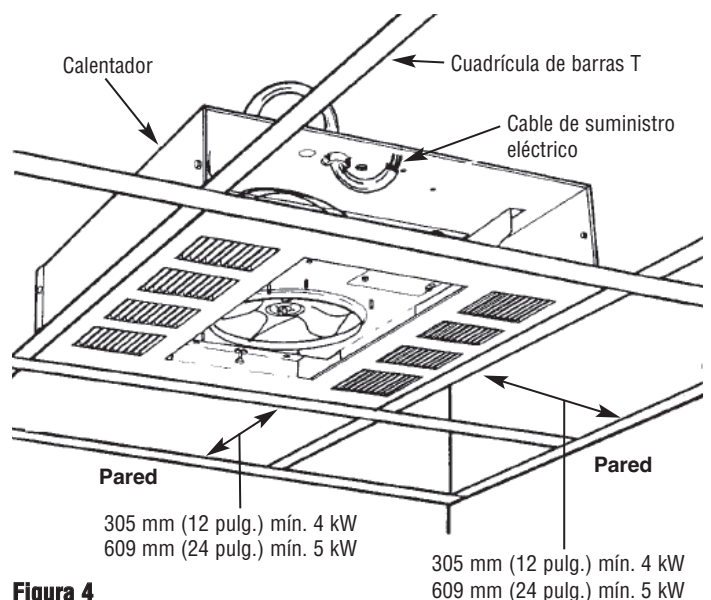

Figura 4
14. Coloque el calentador en la cuadrícula de barras T (Figura 4) y sujételo según sea necesario.